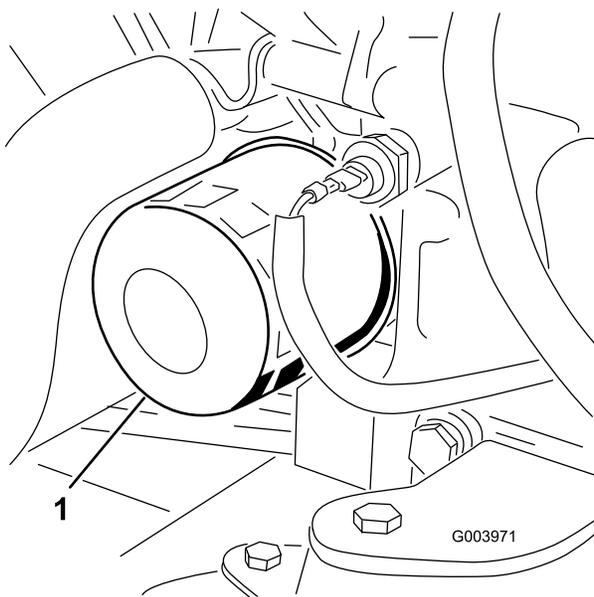

Figura 64
3. Retire o filtro do óleo (Figura 64).